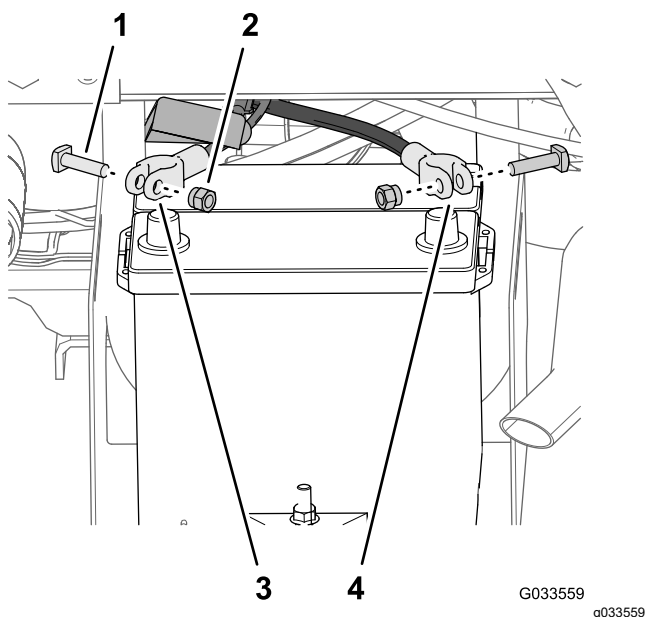

Figure 27
1. Retirez les écrous et les boulons en T sur les cosses des câbles positif et négatif de la batterie (Figure 27).